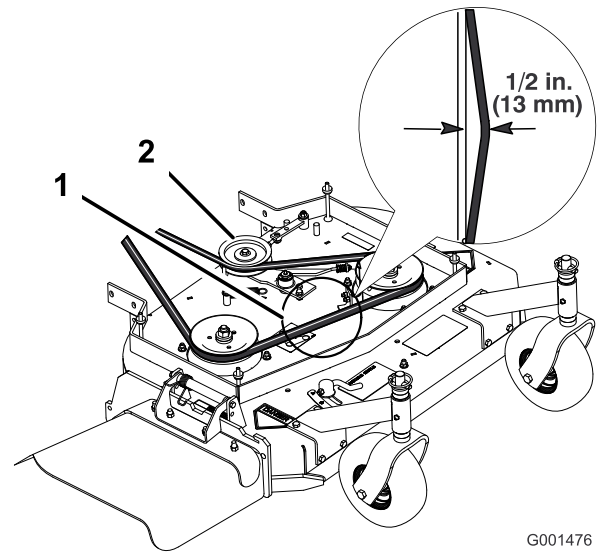
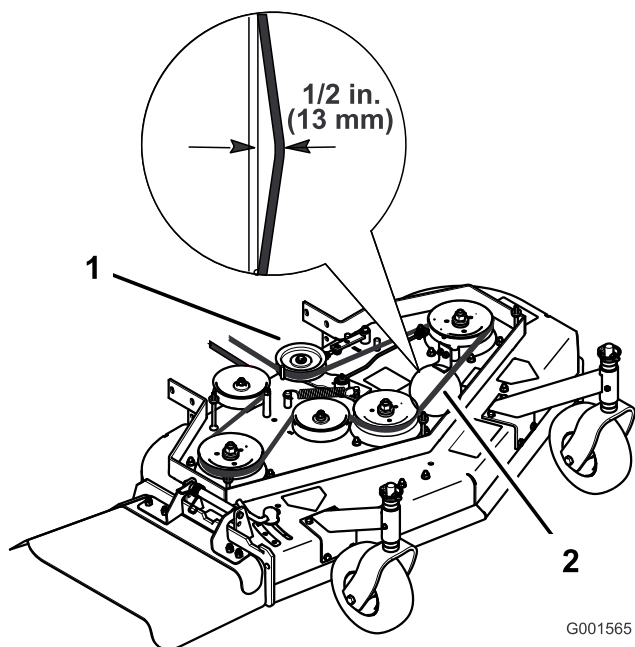

Figure 52
Figure 53
Remarque: La tension correcte de la courroie du tablier de coupe est de 44 à 67 N (10 à 15 lbf) avec une flèche de 13 mm (1/2 po) à mi-chemin entre les poulies (Figure 52) ou (Figure 53).
3. Desserrez le contre-écrou sur le tendeur (Figure 52).
4. Tournez le tendeur vers l'arrière de la tondeuse pour augmenter la tension sur la courroie. Tournez le tendeur vers l'avant de la tondeuse pour réduire la tension sur la courroie (Figure 52).
Remarque: La tension correcte de la courroie du tablier de coupe est de 44 à 67 N (10 à 15 lbf) avec une flèche de 13 mm (1/2 po) à mi-chemin entre les poulies (Figure 52).
Remarque: La tension correcte de la courroie du tablier de coupe est de 44 à 67 N (10 à 15 lbf) avec une flèche de 13 mm (1/2 po) à mi-chemin entre les poulies (Figure 53).